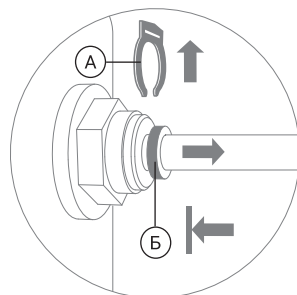

Рис. 7
2. Отсоедините стопорную клипсу (А). Удерживая цанговое кольцо (Б) прижатым к основанию фитинга, потяните на себя пластиковую трубку и аккуратно извлеките ее из фитинга (рис. 7).